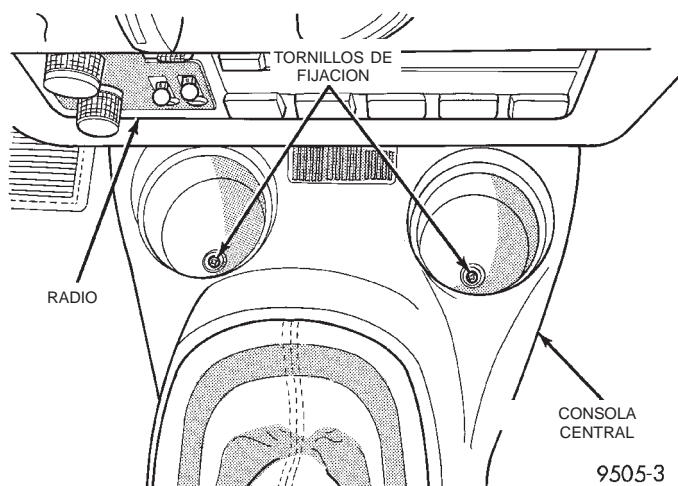

Fig. 138 Tornillos de fijación delanteros de la consola central
(2) Retire los 2 tornillos situados en los portavasos (Fig. 138) que fijan la parte delantera de la consola central al soporte de la consola.
(3) Eleve la palanca del freno de estacionamiento lo suficientemente alto para obtener la luz necesaria para retirar la consola central.
(4) Retire el conjunto de la consola central del vehículo.